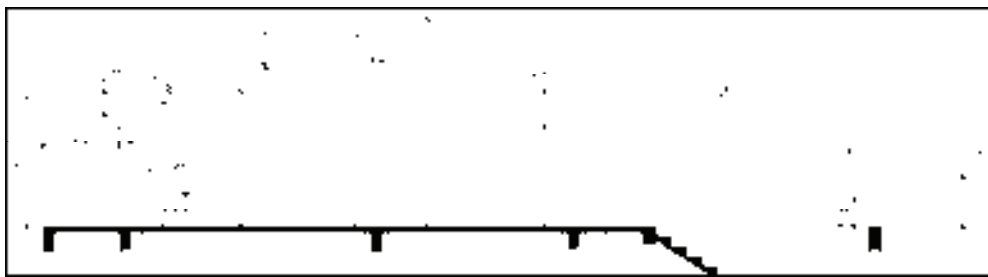

图 14-175 绘制屋顶
22) 绘制屋顶。调用“直线”命令，绘制直线；调用“偏移”命令，偏移直线；调用“修剪”命令，修剪线段，结果如图 14-175 所示。